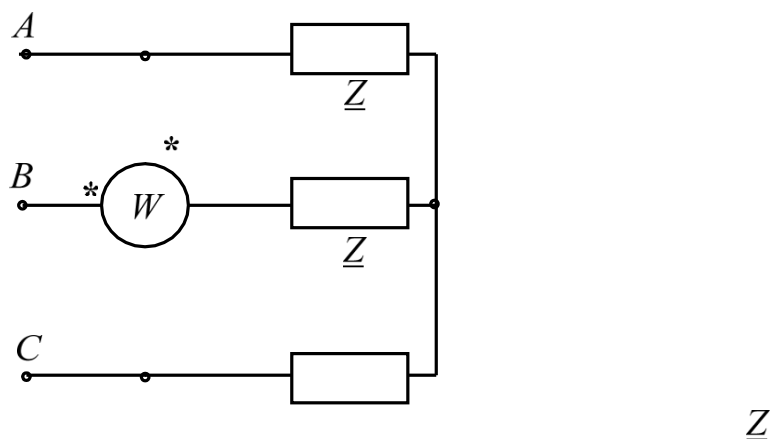

Рис. 3.4. Расчетная схема
**Задача 3.4.** Чему равно показание ваттметра, включенного в симметричную трехфазную цепь (рис. 3.4). Нагрузка фаз  $\underline{Z} = (4 + j3)$ , Ом, линейное напряжение  $U_{\text{л}} = 380 \text{ В}$ .